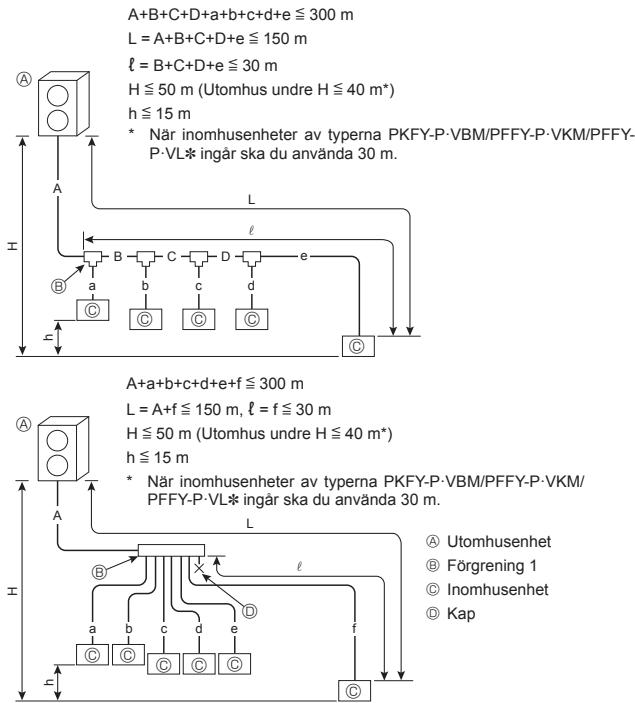

Fig. 4-1
4.2.1. Anslutning utan Avgreningsdosa (Fig. 4-1)